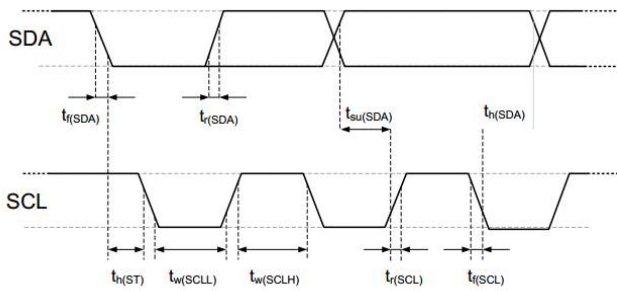

图12 数字输入/输出端的时序图、缩略语在表 8 中进行了解释。较粗的 SDA 线由传感器控制、普通的 SDA线由单片机控制。请注意 SDA 有效读取时间由前一个转换的下降沿触发。
SDA 引脚用于传感器的数据输入和输出。当向传感器发送命令时, SDA在串行时钟SCL的上升沿有效, 且当SCL为高电平时, SDA必须保持稳定。在SCL下降沿之后, SDA值可被改变。为确保通信安全, SDA的有效时间在SCL上升沿之前, 和下降沿之后应该分别延长至 TSU and TH0-参考图12。当从传感器读取数据时, SDA在SCL变低以后有效 (TV), 且维持到下一个SCL的下降沿。
电气特性, 如功耗、输入和输出的高、低电平电压等, 依赖于电源供电电压。为了使传感器通讯顺畅, 很重要的一点是, 确保信号设计严格限制在表 7、8 和图 12 所给出的范围内)。
表 8 I²C快速模式数字输入/输出端的时序特性。具体含义在图12 有所显示。除非另有注明。